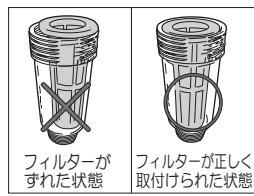

図1
- フィルターキャップをゆるめてフィルターケース内のフィルターが正しく組込まれていることを確認してください。(図1)